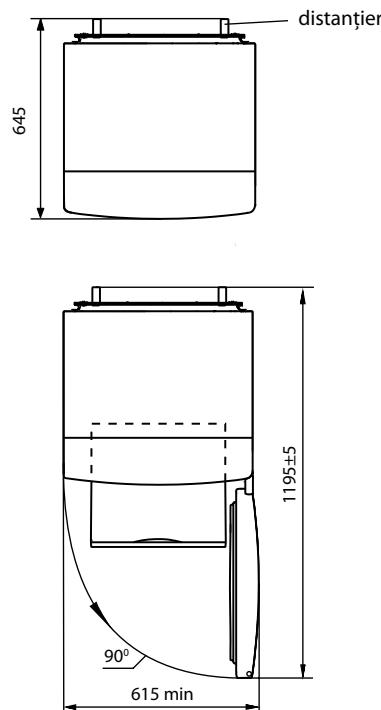

Figura 2 — Frigidier (vederea de sus)
**1.5** Spațiul total necesar pentru funcționarea frigiderului se determină de dimensiunile, indicate în milimetri în figura 2. Pentru extragerea liberă a componentelor din frigider este necesar de deschis ușa la unghiul nu mai mic de 90°.